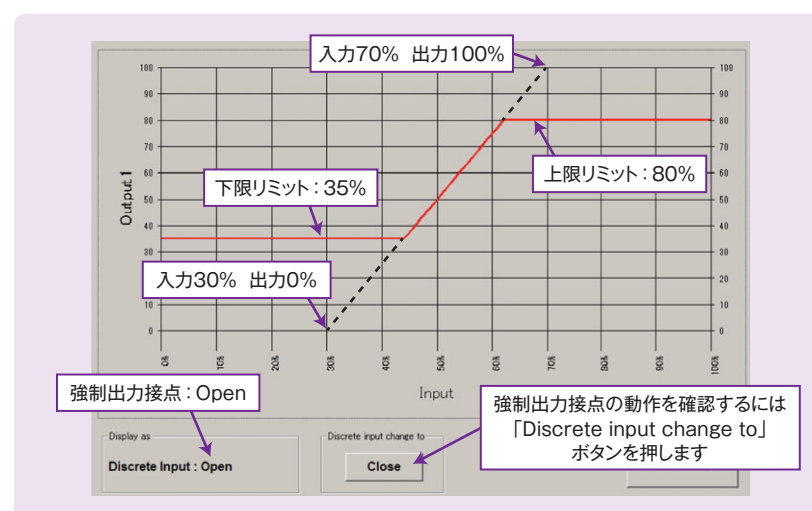
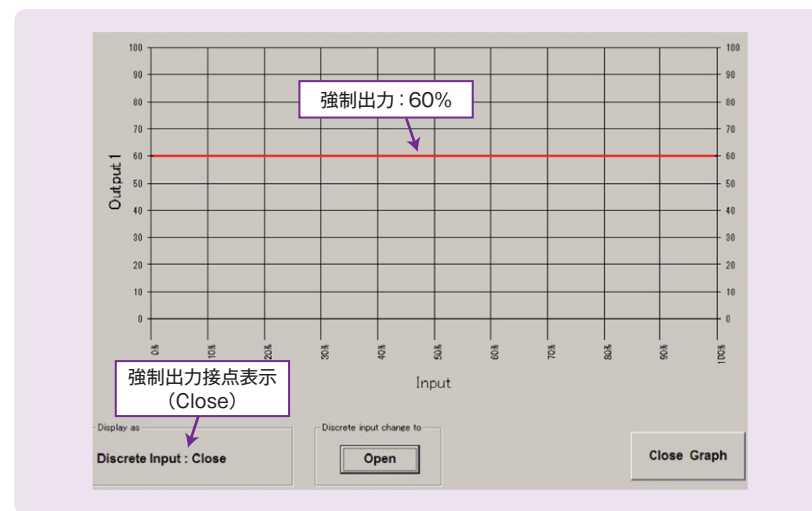

図3 入出力特性確認画面
図4 強制出力接点動作確認画面
設定が終わったら[Graph]ボタンを押します(図2⑧)。図3の画面が表示されます。この画面で入出力特性を確認します。
強制出力接点の動作を確認するには「Discrete input change to」ボタンを押します(図3)。図4の画面が表示されます。ここで出力が強制的に60%になっていることが確認できました。